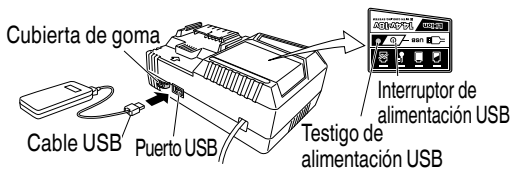

Fig. 10
- (2) Encienda el enchufe de alimentación USB (Fig. 10)
- (3) Conecte el cable USB. (Fig. 10)
- Apague el interruptor de alimentación USB y desenchufe el cable de alimentación de la toma de alimentación eléctrica. (Fig. 10)